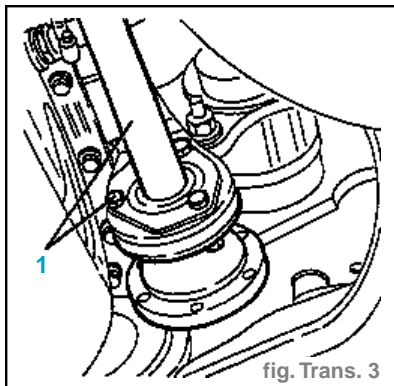

fig. Trans. 3
- Desserrer les vis de fixation (1) intermédiaire au support relatif. (fig. Trans. 3)